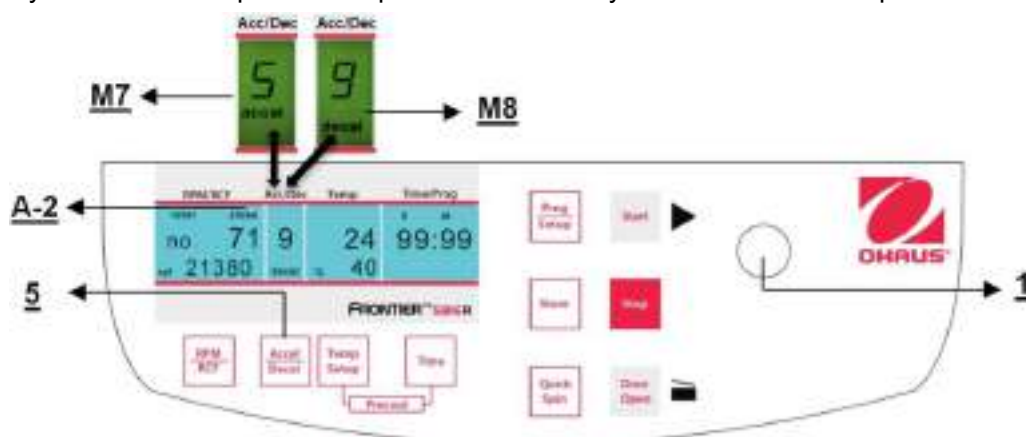

Figura 18
Esta función se activa con el botón **"Accel/Decel"** (5) (vea la Figura 18).